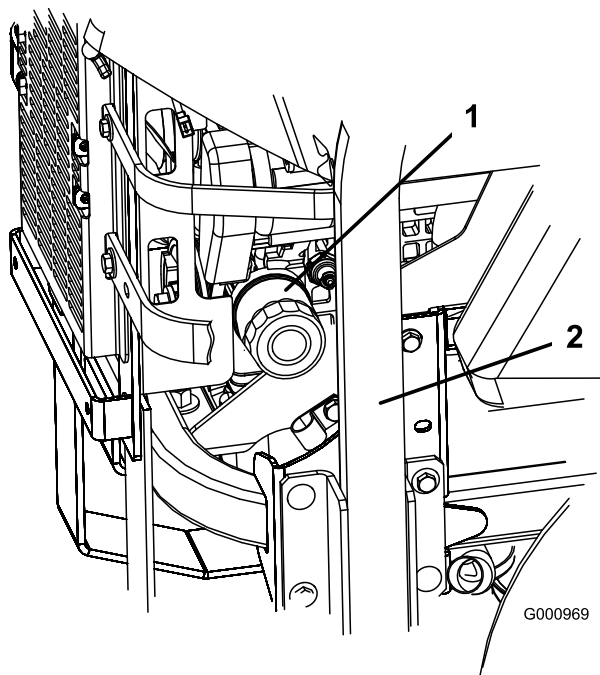
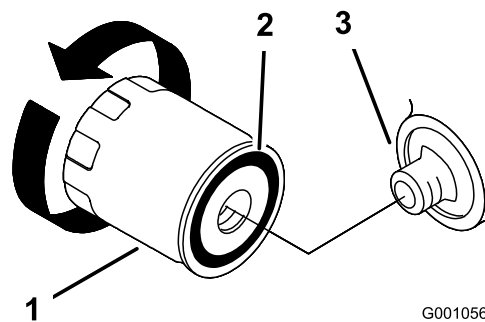

Figure 43
Figure 44
3. Tournez le filtre dans le sens anti-horaire pour le déposer (Figure 43 et Figure 44).